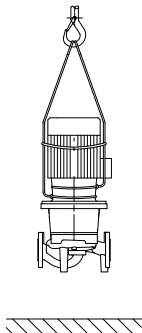

Fig. 34: Transport pompy
- Uchwyty transportowe umieszczone na silniku służą przy tym tylko do zamocowania zawiesi (Fig. 34).